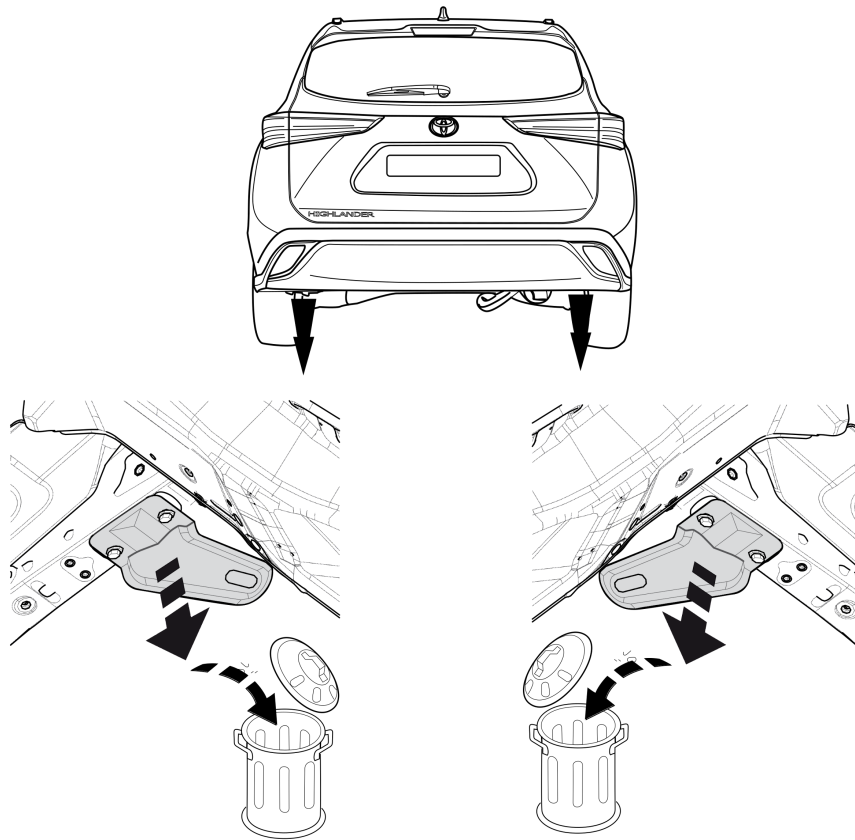

Fig. 2
2. Снять буксировочное ухо. См. рисунок 2.